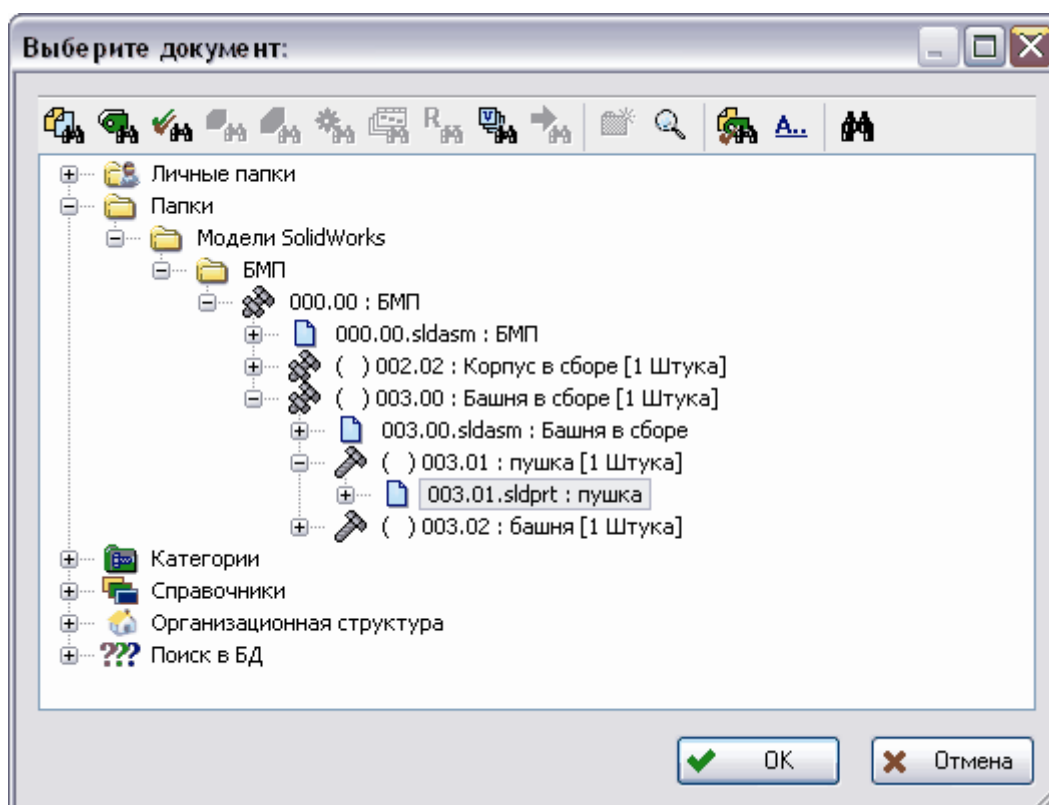

Рис. 47
6. Тот же самый документ можно выбрать и в дереве версии изделия (Рис. 47).